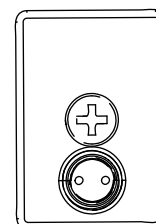

FIG. 72
**OBSERVERA:** Kontrollera att stiften på magnetventilkabeln är orienterade som i FIG. 72 innan kabeln sätts i magnetventilen.